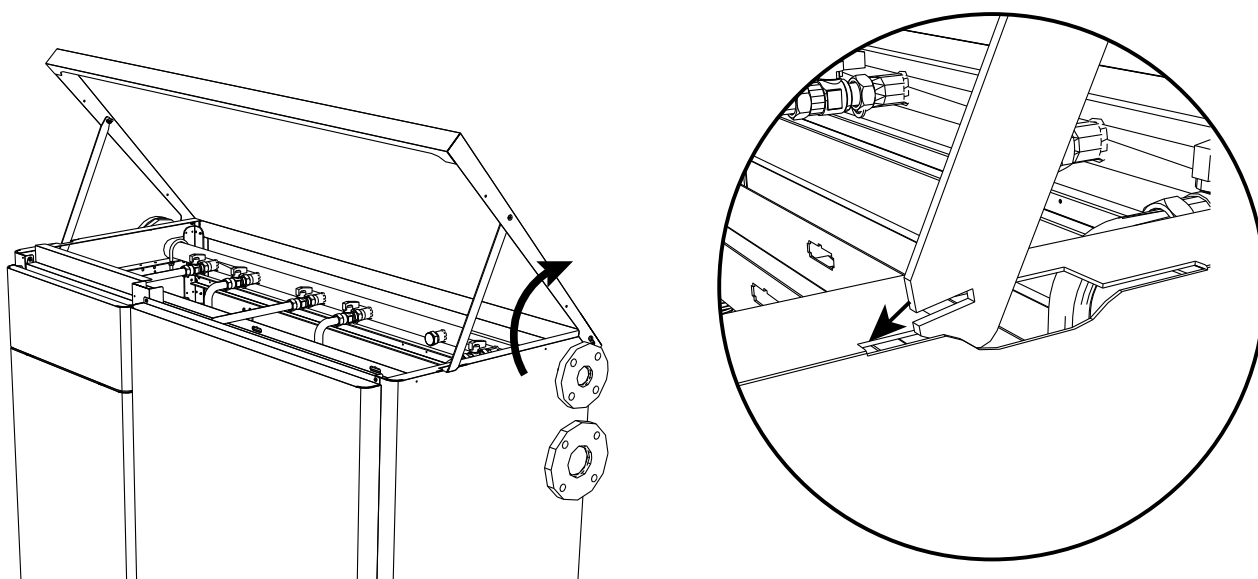

fig. 89
3. Agganciare la staffa (Vedi fig. 89)